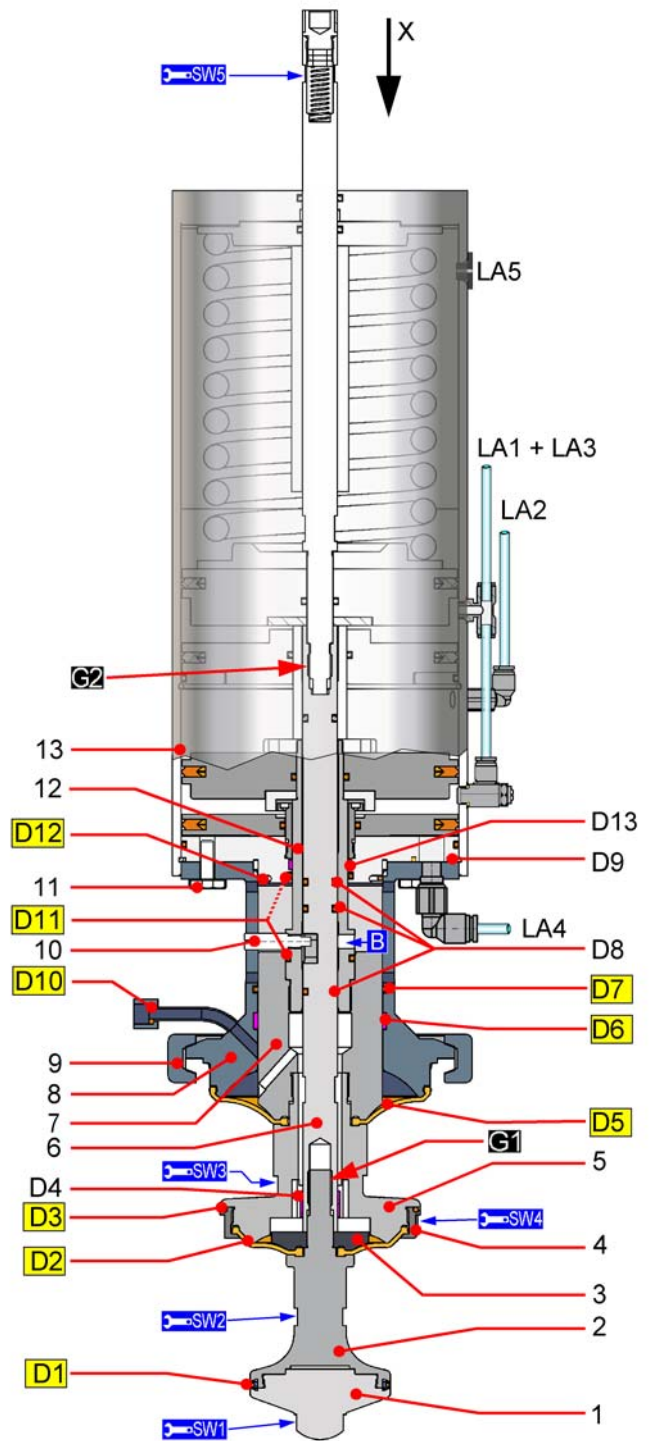

Abb. 6
- Schrauben (11) nur anlegen, damit beim Einbau der Kolben (7) keine Spannungen entstehen.
- Kolben (7) in die Kolbenstange (12) bis zum metallischen Anschlag einschrauben, dabei mit Hilfe eines Rundstahles an Bohrung (B2) gegenhalten.
- Unteren Kolben (2) in die Spindel (6) einschrauben.
- Spindel (6), Kolbenstange (12) und Laterne (8) zentrieren, dass die Nut in der Spindel (6) und das Gewinde in der Kolbenstange (12) übereinander stehen. (Abb. 6 /Seite 12)
- Schaftschraube (10) einschrauben.
- Schrauben (11) festziehen.
- Steuerluft an (LA4) anschließen, der Kolbenteller (5) wird getaktet.
- Die Membran (D5) auf die Laterne (8) aufknüpfen.
11.6 Ventileinsatz in das Gehäuse (VG) einbauen
- Vor dem Einbau in das Gehäuse (VG) den Antrieb an LA4 mit Druckluft beaufschlagen. der Kolbenteller (5) wird getaktet.
- Kompletten Ventileinsatz vorsichtig, ohne zu verkanten in das Gehäuse (VG) einbauen.
- Verschlussklammer (9) montieren und festziehen.